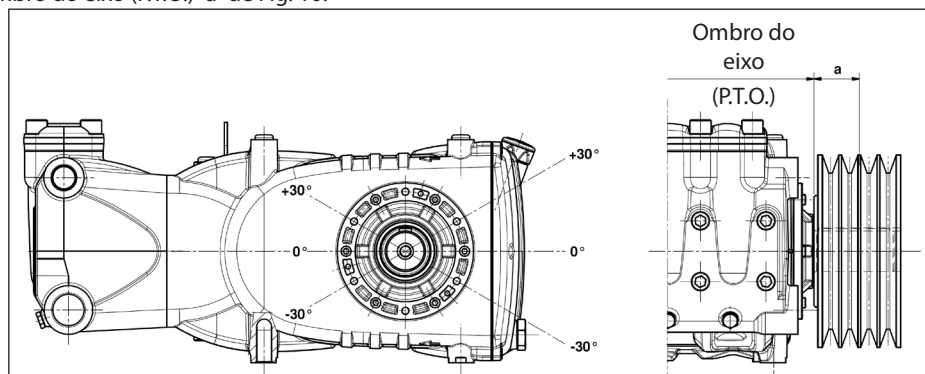

Fig. 10
A carga radial sobre o eixo não deve ser superior a 7500 N (valor necessário para a definição do layout). A transmissão é considerada adequada se tal carga é aplicada a uma distância máxima de **a = 40 mm** do ombro do eixo (P.T.O), conforme indicado na Fig. 10.
- b) Use correias de alto rendimento - por exemplo **XPB** ao invés de **SPB** - pois será necessário uma quantidade inferior de correias com a mesma potência transmitida e uma consequente distância inferior do resultante em relação ao ombro do eixo (P.T.O.) "a" de Fig. 10.